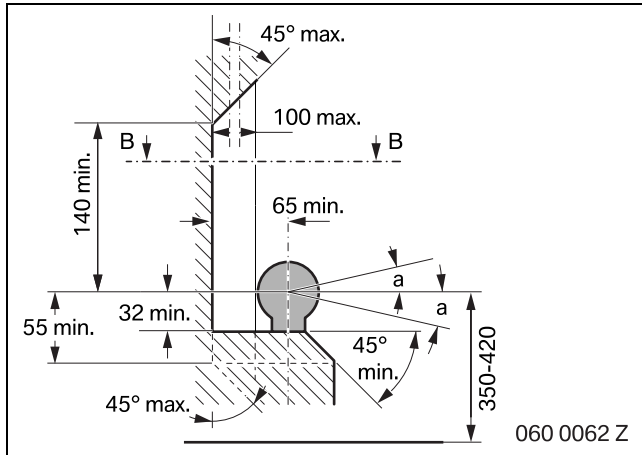

Abbildung 1
Kupplungskugeln mit Halterung müssen bei ihrem Anbau an einem Fahrzeugtyp der Klasse M1, der Klasse M2 unter 3,5 Tonnen und der Klasse N1 den Freiraum und die Höhenmaße der Abbildung 1 und 2 einhalten. Diese Anforderung gilt nicht für Geländefahrzeuge im Sinne des Anhangs II der Richtlinie 92/53/EWG. Nicht angegebene Einzelheiten sind zweckentsprechend zu wählen.
b) vertikal $a = 10^\circ$ nach oben oder unten geschwenkt (siehe Abbildung 1)
Zugkugelpkupplungen müssen innerhalb des Freiraumes der Kupplungskugel nach Abbildung 1 und 2 sicher betätigt werden können.